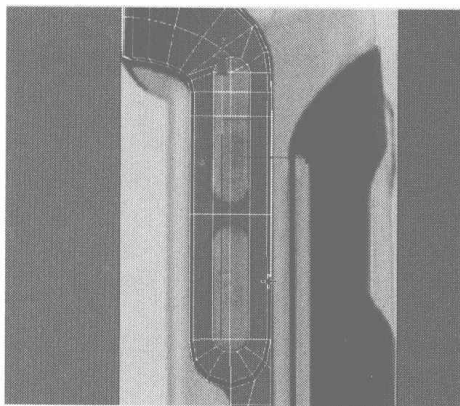
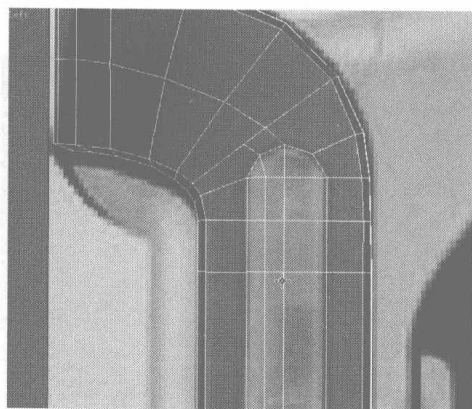

图 4.422
图 4.423
- 10** 在 Left 视图中添加如图 4.422 所示的细分线，同样再适当地调整、添加其他细分线，并再用 Collapse 命令将多余的节点焊接，效果如图 4.423 所示。